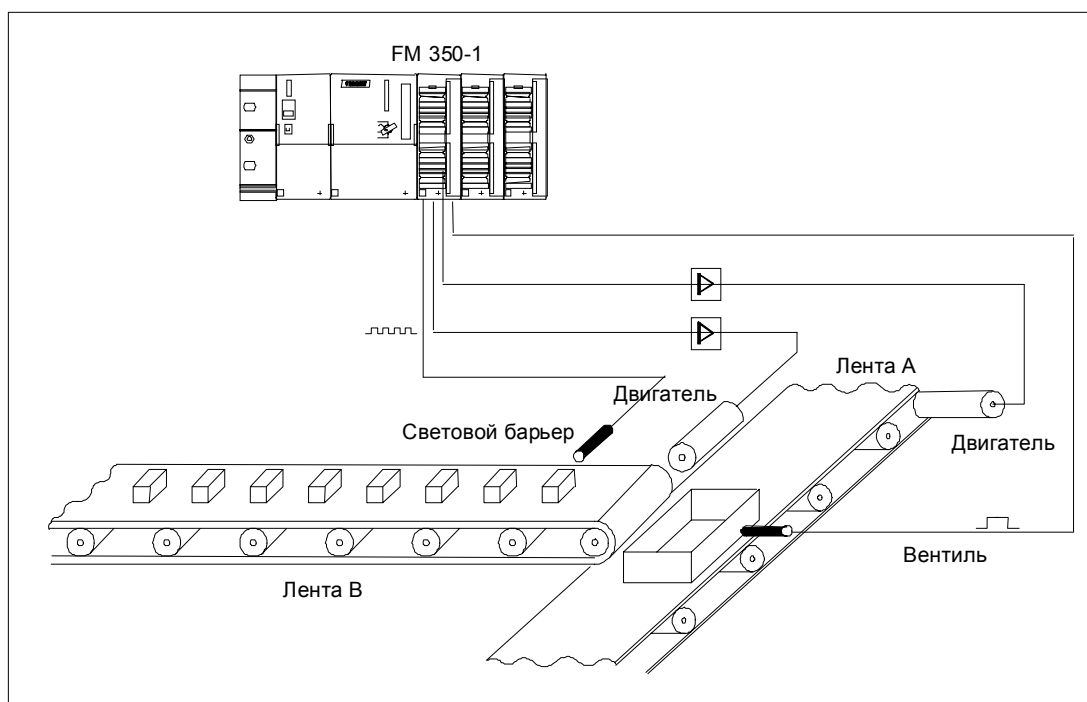

Рис. 1–1. Пример использования FM 350–1 в S7–300
На рис. 1–2 показан модуль FM 350–1 с фронтштекером и шинным соединителем при закрытой передней дверце.
Программное обеспечение для CPU состоит из функции (FC) CNT_CTRL, вызываемой в пользовательской программе CPU. Эта FC делает возможным обмен данными между CPU и FM 350-1. Кроме того, имеется также функция DIAG_INF для FM 350-1, с помощью которой можно передавать диагностическую информацию в DB функции CNT_CTRL. На рис. 1–3 показана конфигурация S7-300 с FM 350-1 и несколькими сигнальными модулями.